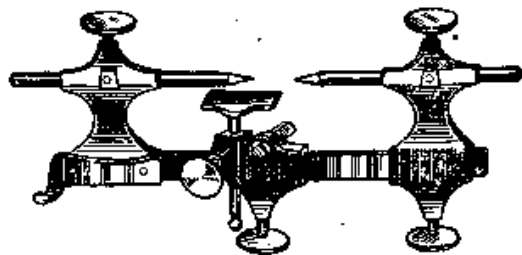

Рис. 45. Токарный станок со смычком и роликом
2. Ручной станок со смычком и роликом (рис. 45).